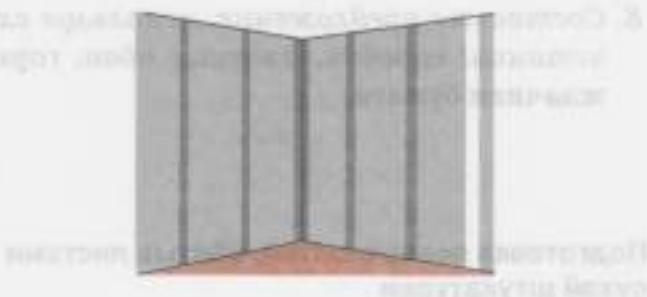

Рис. 12. Оклейка стыков листов сухой штукатурки
После этого необходимо зашпатлевать всестыки листов. Швы (рис. 12) заклеить полосками бумаги в два – три слоя.
4. По рис. 12 объясните принцип действия приспособления для отметки верхней границы обоев.